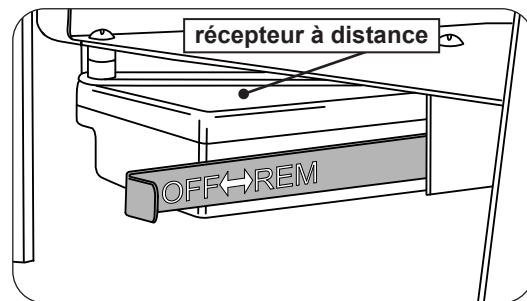

Fig. 36-1
1. Localisez actionneur coulissant OFF/REMOTE sur le côté gauche du brûleur. Glisser le servomoteur sur la position gauche / **OFF**. Voir Fig. 36-1.